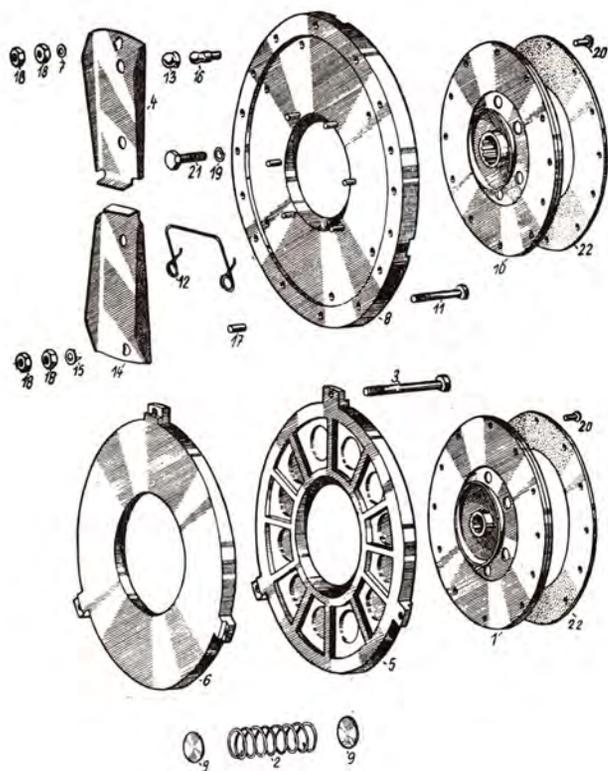

Abb. 34
Die Doppelkupplung (Abb. 34) ist in dem Schwungrad eingebaut. Sie besteht aus der Fahrkupplungslamelle (Abb. 34/1) und der Hilfsantriebslamelle (Abb. 34/10). Auf beiden Lamellen ist der Kupplungsbelag angeietet. Die Federn (Abb. 34/2) befinden sich zwischen zwei Druckkränzen (Abb. 34/6), die mit ihren Aussenflächen auf beide Lamellen drücken. Die Kupplungsabdeckung (Abb. 34/8) ist mit Schrauben (Abb. 34/21) an dem Schwungrad befestigt. Der Fahrkupplungs-Ausrückhebel (Abb. 34/4) ist auf die Ausrückschraube (Abb. 34/3) aufgeschoben und mit zwei Muttern (Abb. 34/18) gesichert; er stützt sich auf den Abstützstift (Abb. 34/16) mit Stützeinlage (Abb. 34/13). Der Ausrückhebel des Hilfsantriebes (Abb. 34/14) ist auf die Mitnehmerschraube (Abb. 34/11) aufgeschoben und mit zwei Muttern (Abb. 34/18) und einer Unterlagscheibe mit Nase (Abb. 34/15) gesichert; abgestützt ist er gegen den Ausrückstift (Abb. 34/17). Unter jedem Hebel befindet sich eine Spannfeder (Abb. 34/12).
2. Zwölf Schrauben M 8 der Kupplungsabdeckung (Abb. 34/21) sind auszuschrauben und die ganze Kupplung ist aus dem Schwungrad herauszunehmen. Schliesslich sind noch die Fahrkupplungslamellen, die im Schwungradkörper verblieben sind, herauszunehmen.